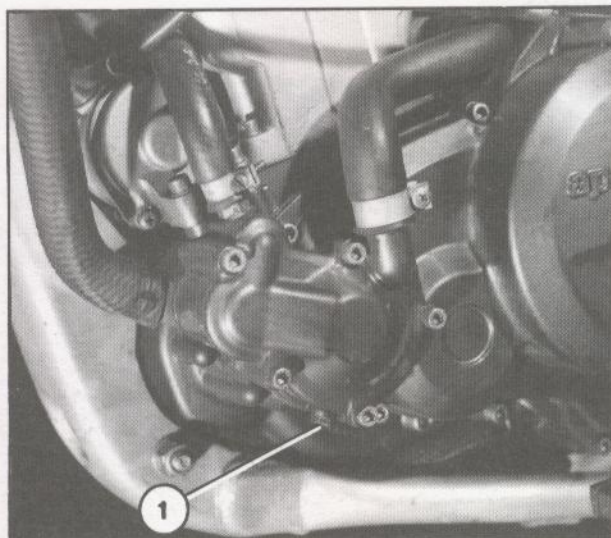

Fig. 32
- Svitare e togliere il tappo inferiore (1 Fig. 32) sul motore, avendo posto sotto un recipiente di raccolta.
- Avvitare il tappo di scarico (Fig. 32).
- Unscrew and remove the lower cap (1 Fig. 32) on the engine, having placed a container for collecting the liquid underneath.
- Screw down the drainage cap (Fig. 32).